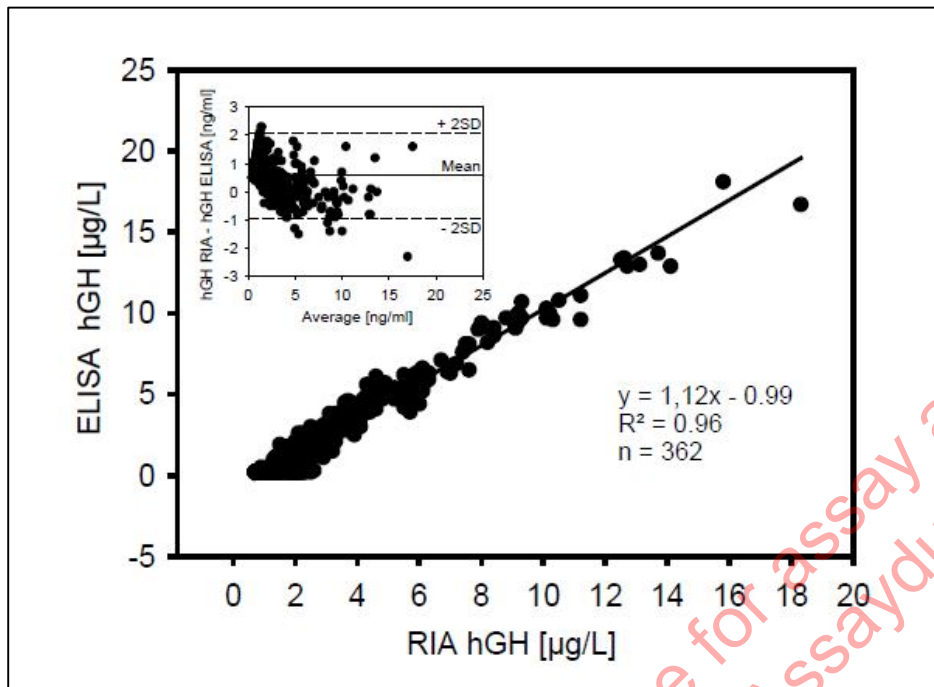

Abbildung 3: Assay Vergleich
Der Vergleich des Mediagnost hGH ELISA E022 mit einem In house-RIA der Universitätsklinik für Kinder- und Jugendmedizin Tübingen zeigt eine sehr gute Korrelation zwischen den beiden Testsystemen (9) (Abbildung 3).